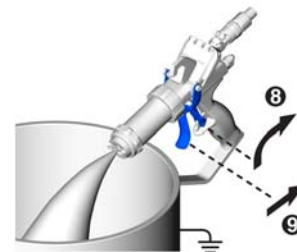

FIG. 21
- Déverrouiller la gâchette du pistolet. Voir FIG. 21.
- Purger l'air des tuyaux de catalyseur et des tuyaux de résine* : appuyer le pistolet contre un côté du récipient mis à la terre et actionner la gâchette afin de procéder à une distribution. Continuer la distribution jusqu'à ce que du produit sans air soit distribué par les orifices à l'avant du pistolet. Voir FIG. 21. La pression d'air de la pompe peut être légèrement augmenter jusqu'à ce que le produit commence à couler.